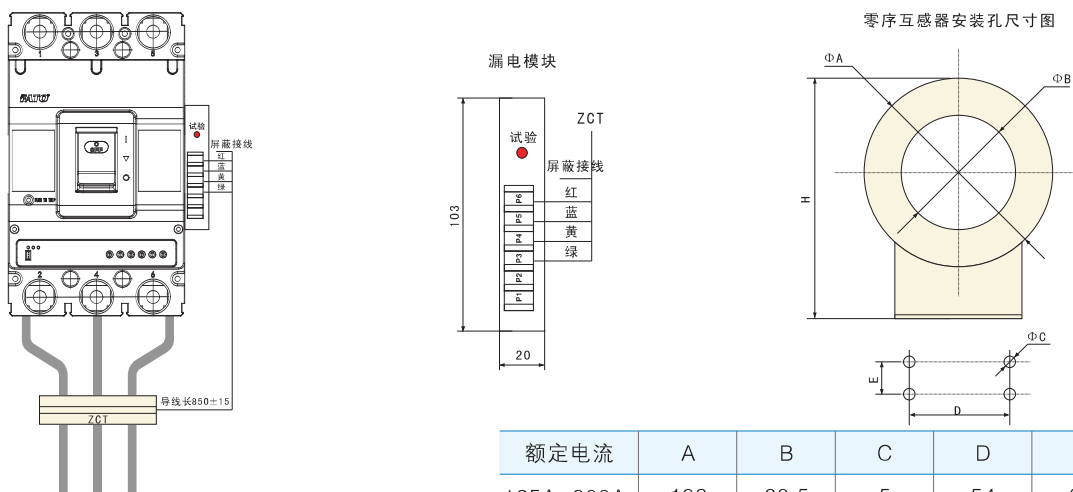
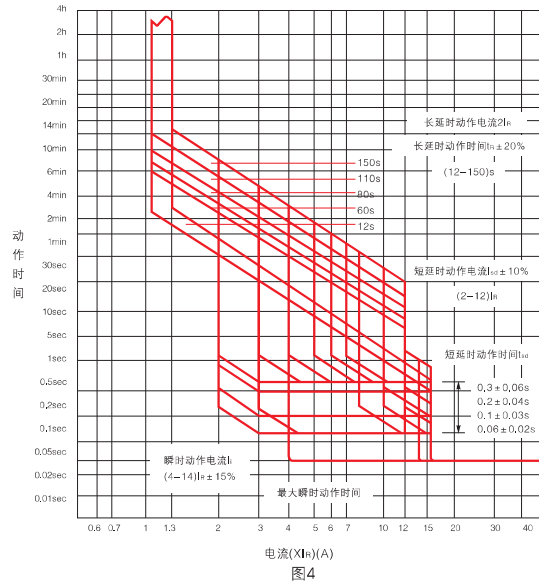

图3
图4
· M型智能控制器的过电流保护特性曲线见图3、见图4，技术数据见表4。
智能控制器附加漏电保护功能的断路器(L型)(见图3)
• 脱扣特性曲线见图4